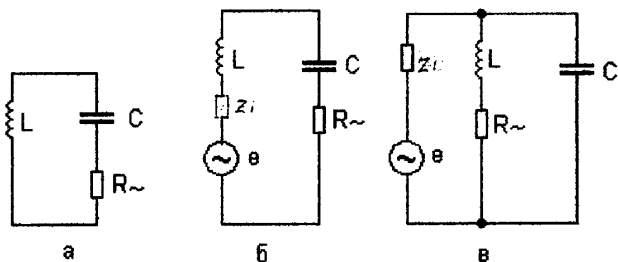

рис. 1
(1) определить собственную добротность в условиях любительской практике совсем не просто. Для получения вынужденных колебаний к контуру подключают внешний источник колебаний, обладающий комплексным выходным сопротивлением (рис. 1, б, в). При любом способе его подключения изменяются параметры контура  $L$ ,  $C$ ,  $R$ , и образуется колебательная система с эквивалентной добротностью  $Q_c$ . Значения  $Q_c$  и  $Q_c$  могут сильно отличаться.